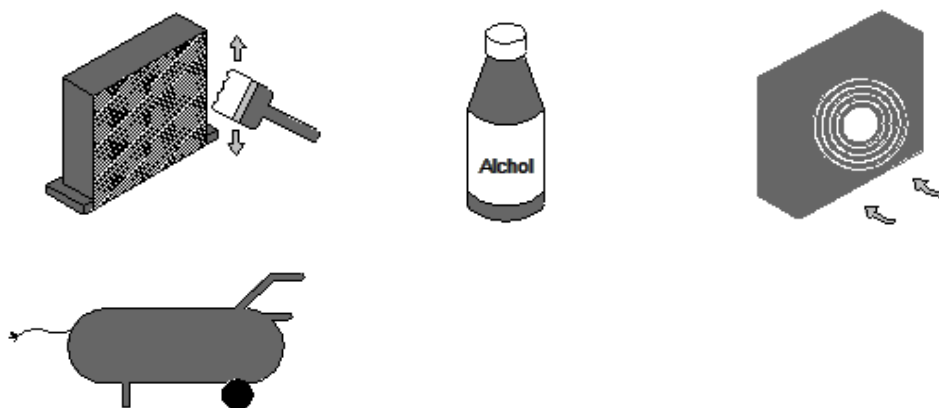

Fig. 6
- Avec l'utilisation d'un jet d'air ou d'un pinceau sec avec soies rigides, pour éliminer la poussière, avec un mouvement vertical (comme indiqué dans la Fig. 6), la poussière et le bas des ailes.